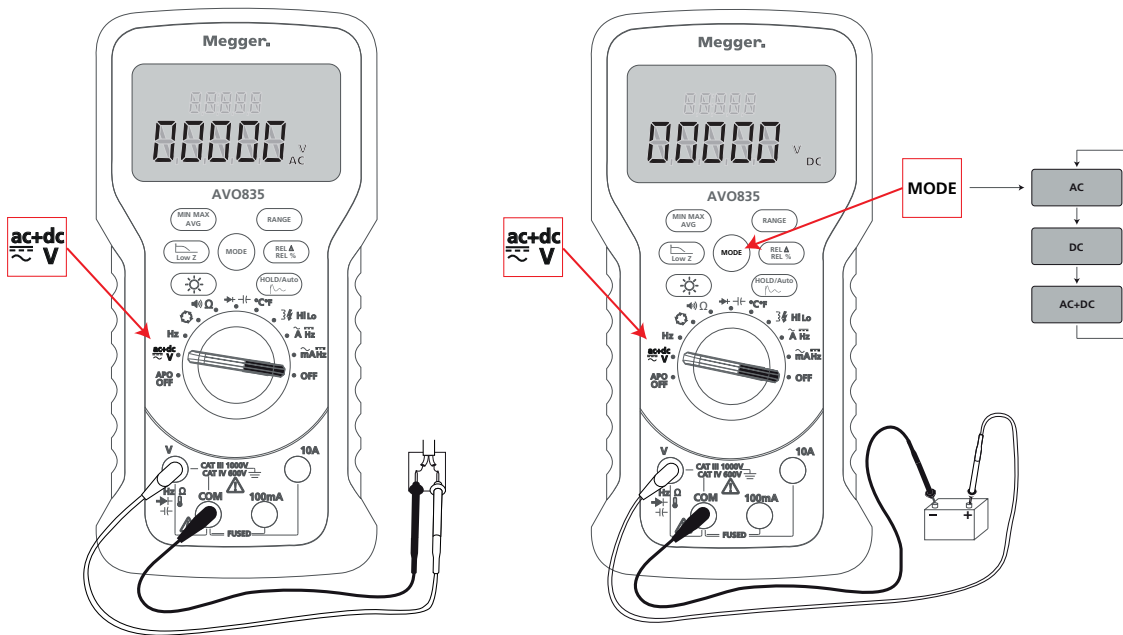

Abb. 1: Einstellen der Spannungsmessung
1. Stellen Sie das Gerät ein, wie in Abb. 1 beschrieben.